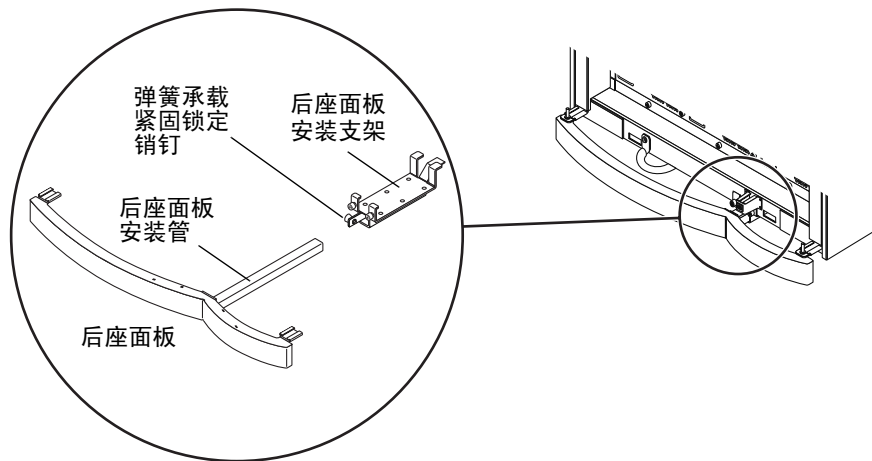

图 6-2 拆除机柜后座面板部件
- a. 如图 6-2 所示，在装载前从机柜的两端拆除后座面板部件。使用边拉边旋转的方法松开弹簧紧固锁定销钉，从安装支架向外拔出后座面板和安装管，然后把它们单独放置在一起，直到机柜已经在装运托台板上固定到位。